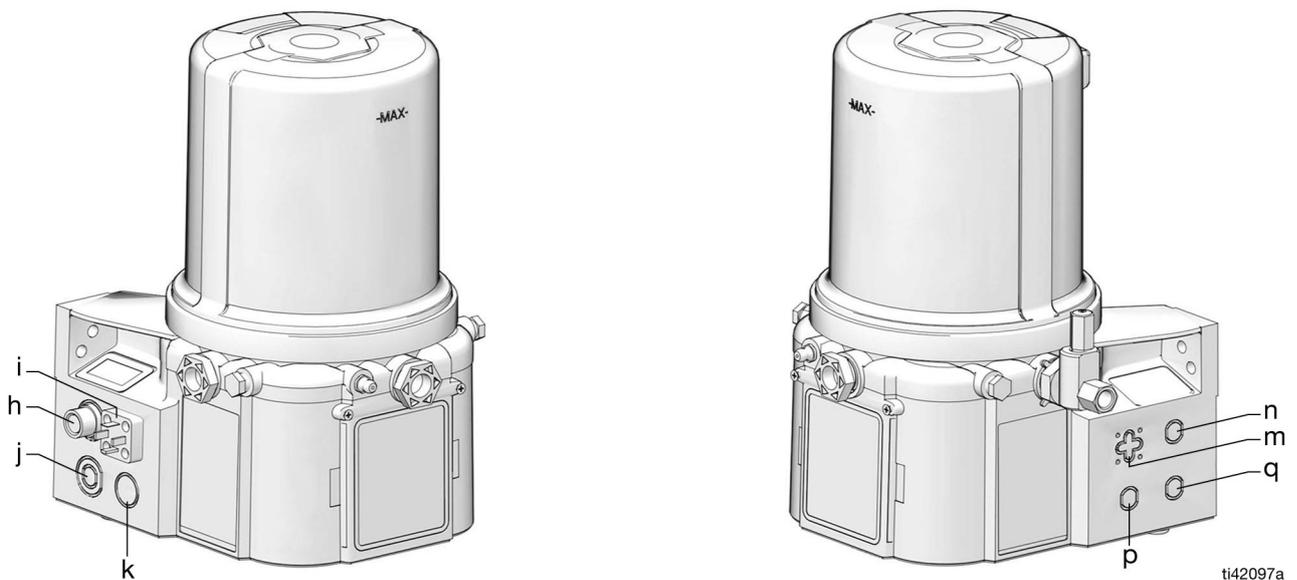

图 1
**注意：** 代码 h - q 代表 G3 泵上的特定位置。有关位置详情，请参见图 1。